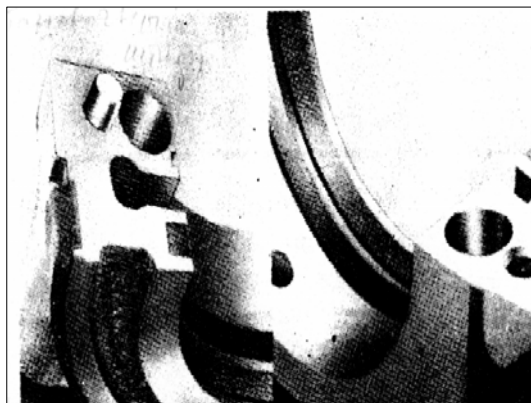

РИС. 42
5) Удалите сальниковую набивку на 7^м коренном подшипнике из блока и крышки (рис. 42).